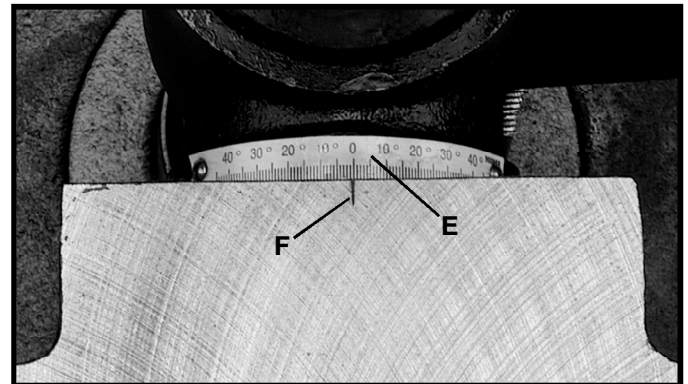

Fig. 24
5. Le support de table moulé comporte une échelle d'angles (E, fig. 24) qui indique le degré d'inclinaison. La table possède aussi une ligne de repère et une marque de zéro (F) pour aligner la table avec l'échelle (E).